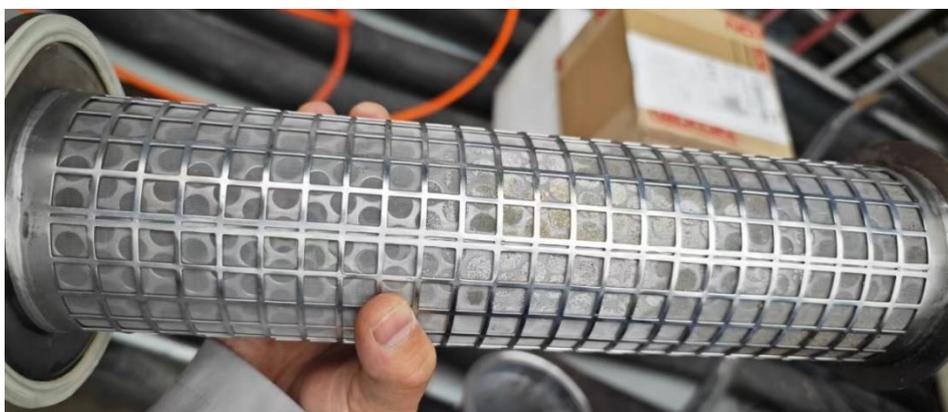

图 9-2 管道过滤器拆除示意图
- e) 将过滤器内部的过滤网取出清洗（或更换），参考 图 9-2；